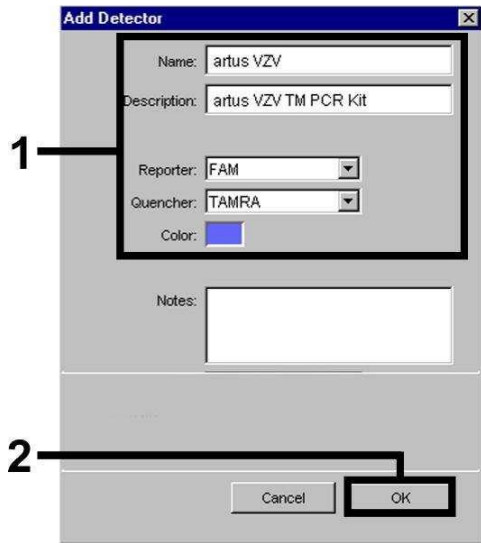
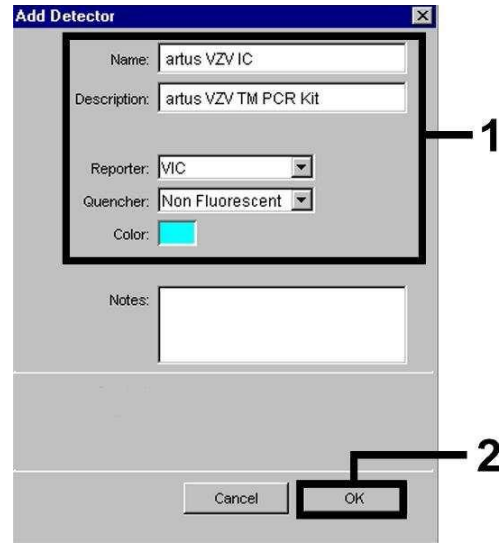
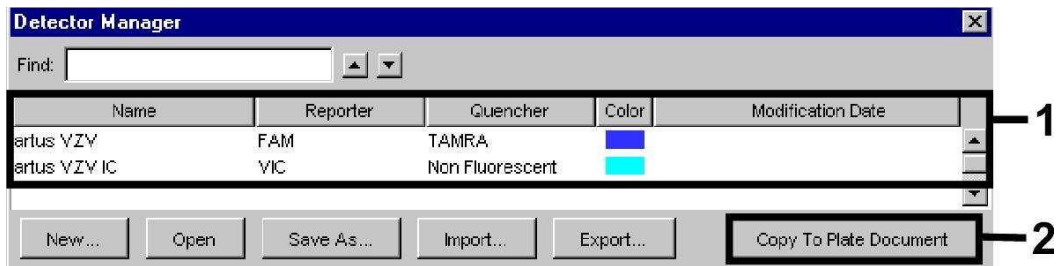

Fig. 17 : Création du détecteur spécifique au VZV (*DetectorManager*).
Fig. 18 : Création du détecteur spécifique au Contrôle interne (*DetectorManager*).
Fig. 19 : Sélection des détecteurs (*Detector Manager*).
Dans la fenêtre apparaissant à présent, choisir (conformément aux Fig. 17 et Fig. 18) la combinaison rapporteur/quencher **FAM/TAMRA** pour détecter l'ADN du VZV. Pour détecter le *Contrôle interne*, sélectionner la combinaison **VIC/Non Fluorescent**. En confirmant la saisie (OK), un retour est effectué au *Detector Manager*. Sélectionner les détecteurs venant d'être créés et transférer chaque sélection vers l'onglet *Setup*, en cliquant sur l'option *Copy to Plate Document* (voir Fig. 19). Fermer la fenêtre (*Done*).